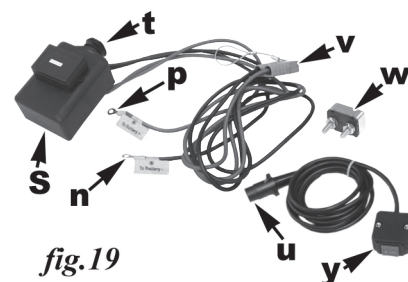

fig.19
Le boîtier de commande comprend un transpondeur qui peut se connecter à un interrupteur sans fil de commande à distance (en option à un coût supplémentaire). Il y a aussi un contrôle câblé de commande pour le treuil (y, fig.19) inclus pour faire fonctionner votre chasse-neige.
1. Fixer le boîtier de commande (s, fig.19) sur le véhicule dans le compartiment moteur. Montez-le en toute sécurité, loin des pièces en mouvement et des sources de chaleur. Prendre en considération la quantité de fil disponible pour accéder à la batterie du véhicule et le quantité de fil disponible pour se connecter aux conducteurs de treuil.
2. Faites parcourir le fil rouge (p, fig.19) et noirs (n, fig.19) attachés au connecteur bleu de 2 pouces (v, fig.19) vers l'avant à un point à l'extérieur à l'avant du véhicule près de l'attache, où la fiche peut être facilement connecté au chasse-neige. Laissez un peu de mou.
4. Le fil rouge doit être connecté à la borne positive de la batterie avec un disjoncteur en ligne de 35 ampères (w, fig.19) ou une fusible. Le circuit de 35 ampères est nécessaire pour éviter d'endommager le système électrique soit le treuil ou du véhicule.
5. Passer le câble de commande de sorte que l'interrupteur (y, fig.19) qui va dans la cabine du véhicule et la prise (u, fig.19) se raccorde à la douille dans la partie supérieure du boîtier de commande (t, fig.19).